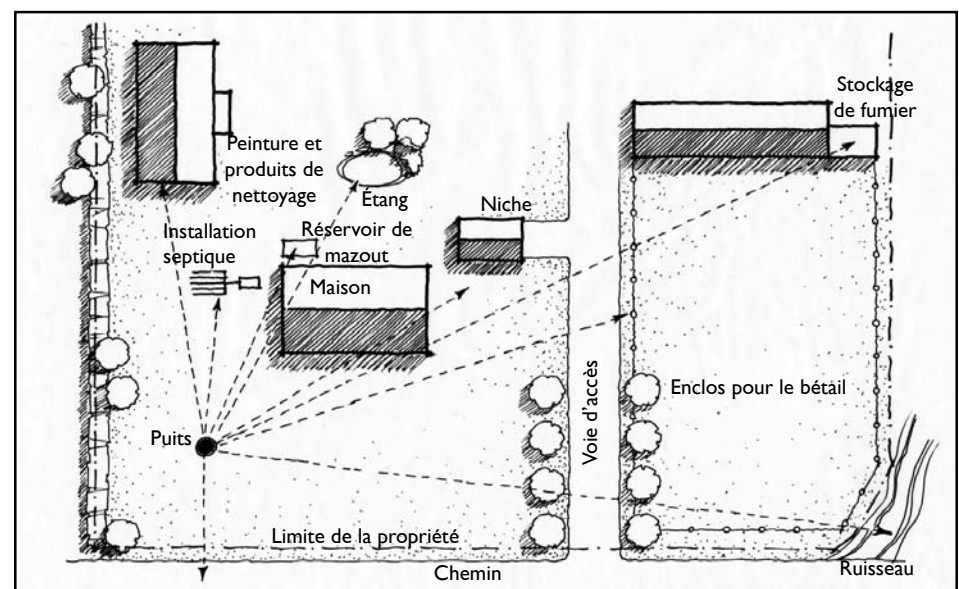

Figure 3 : Distances séparatrices relatives au puits
□ Emplacement – (figure 3) Un puits doit être situé à au moins 15 m (50 pi) de toute source de contamination si le tubage est étanche à l'eau jusqu'à une profondeur de 6 m (20 pi); dans le cas contraire, la distance séparatrice doit être d'au moins 30 m (100 pi). Les sources de contamination sont les suivantes : installations septiques, fosses à fumier, réservoirs de combustibles, champs agricoles (ruissellement d'engrais ou de fumier), voies de circulation (ruissellement des sels de